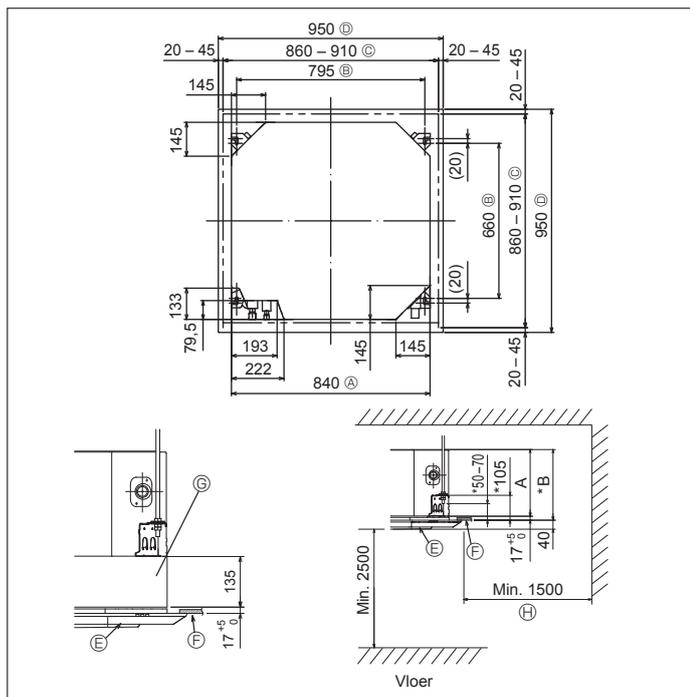

Fig. 3-2
①	Mal voor installatie (Bovenkant van de verpakking)	1
②	Sluiring (met isolatie) Sluiring (zonder isolatie)	4 4
③	Pijpisolatie (voor koppeling van koelleiding) kleine diameter grote diameter	1 1
④	Bevestigingsbandje (groot)	8
⑤	Bevestigingsbandje (klein)	1
⑥	Aftapbus	1
⑦	Isolatie	1
⑧	Flensmoer 1/4F (RP60)	1
3.2. Plafondopeningen en posities voor installatie van de ophangbouten (Fig. 3-2)
- * De afmetingen van de plafondopeningen kunnen aangepast worden binnen de begrenzingen zoals afgebeeld in Fig.3-2; u moet dus het apparaat tegen het plafondopening centreren, waarbij u ervoor moet zorgen dat de respectievelijke tegengestelde zijden aan alle kanten van de opening hetzelfde zijn.